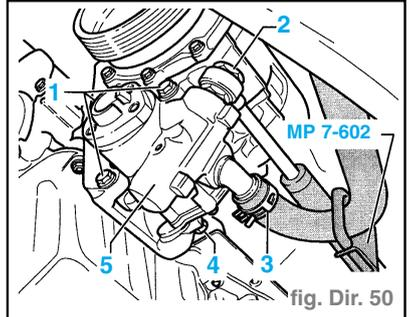

fig. Dir. 50
- Débrancher la conduite d'aspiration - réservoir d'huile hydraulique / pompe à ailettes - avec l'outil spécial **MP 7-602** (fig. Dir. 50).
- Ouvrir le collier à lame-ressort (3) avec
VÉHICULES SANS CONDUCTEUR DE PRESSION (fig. Dir. 50)